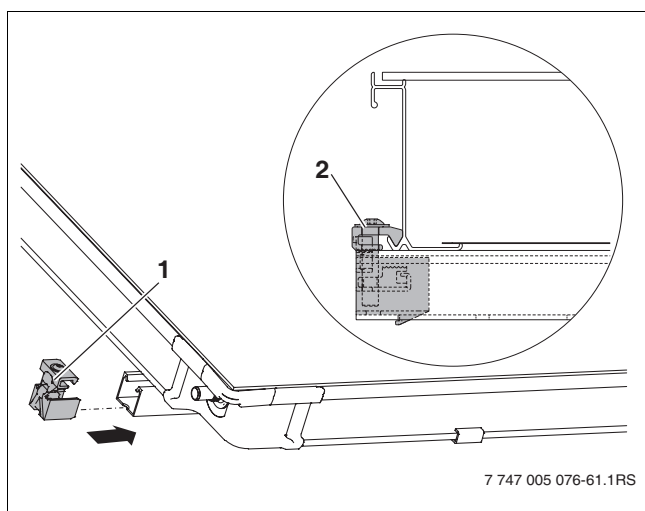

Fig. 64 Sujeción de captador unilateral izquierda
- ▶ Deslizar la sujeción sencilla del captador (1) (Fig. 64, (1)) en los extremos del perfil.
- ▶ Deslizar la sujeción del captador hasta el marco del captador y atornillarla con la llave SW5. El sujetador (Fig. 64, (2)) de la sujeción del captador agarra ahora el canto inferior del captador.